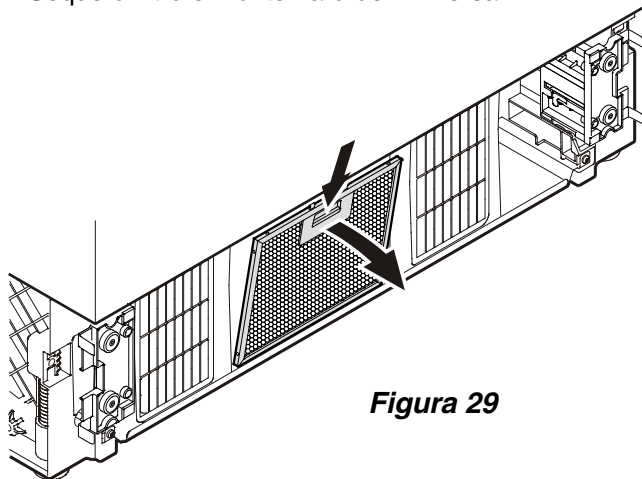

Figura 29
- Pressione para baixo a tecla localizada no filtro, vire o filtro para baixo e retire-o. - **Figura 29**.